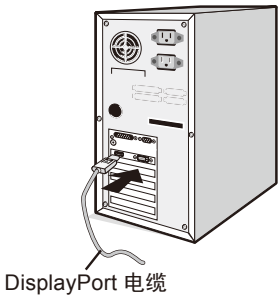

图 A.1
- 2. 对于带有 **DisplayPort** 输出的 PC：将 DisplayPort 电缆连接到系统的显卡接口（图 A.1）。